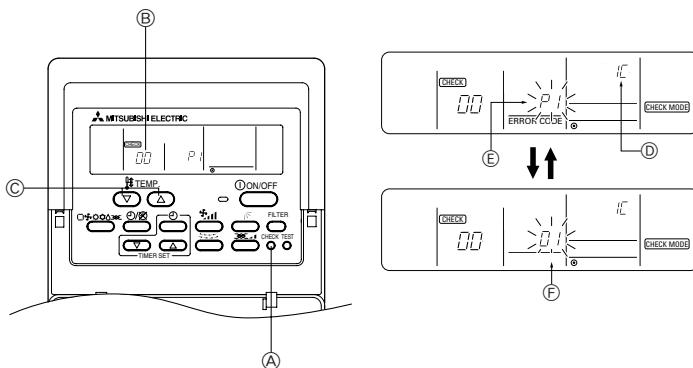

Fig. 7-2
7.3.1. Für die verdrahtete Fernbedienung (Fig. 7-2)
- (A) CHECK(PRÜFEN)-Taste
- (B) Kältemitteladresse
- (C) TEMP-Taste
- (D) IC: Innenanlage